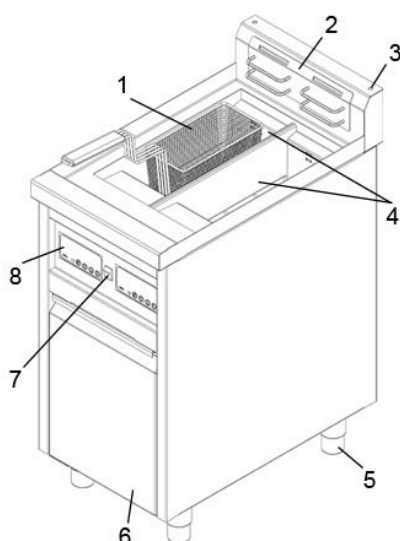
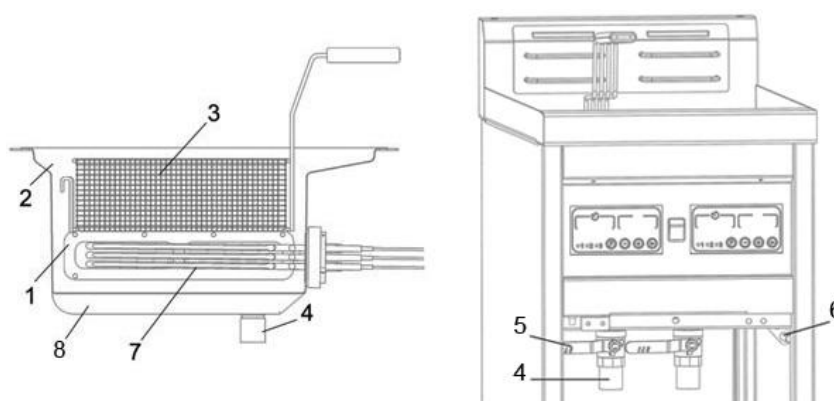

Рис.1. Общее устройство фритюрницы
Рис. 2. Общее устройство ванны электрической фритюрницы
На рисунке 1 и 2 представлено общее устройство электрической фритюрницы. Фритюрница имеет 2 обжарочных ванны 4 (рис.1) с «холодной зоной» 8 (рис.2), ванны закрываются крышками. В каждую ванну опускается съемная подставка 1 (рис.2) и корзина для продуктов 3 (рис.2). Подставка нужна для того, чтобы корзина и находящиеся в ней продукты не касались ТЭНов 7 (рис.2).
Для удобства эксплуатации и чистки фритюрницы ТЭНы – поворотные. В вертикальное положение ТЭНы устанавливаются с помощью рычагов 6 (рис.2), расположенных в кабинете устройства. Каждому ТЭНу соответствует свой рычаг. Помимо этого в кабинете находятся сливы для масла 4 (рис.2) с вентилем 5 (рис.2).
Кабинет закрывается распашной дверью 6 (рис.1).
Задний борт 3 (рис.1) защищает от разбрызгивания масла при готовке, помимо этого на него крепится фиксатор корзин 2 (рис.1), используемый для слива лишнего масла из корзины с готовым продуктом.
Высота и горизонтальность фритюрницы регулируется ножками 5 (рис.1).
- Переключатель «1/0» (ВКЛ/ВЫКЛ) 7 (рис.1). На некоторых моделях переключатель может быть без обозначений. Переключатель в положении вверх – устройство включено, в положении вниз – выключено.
- Электронные панели управления ваннами 8 (рис.1).
- Убедитесь, что сливной вентиль 5 (рис.2) закрыт.